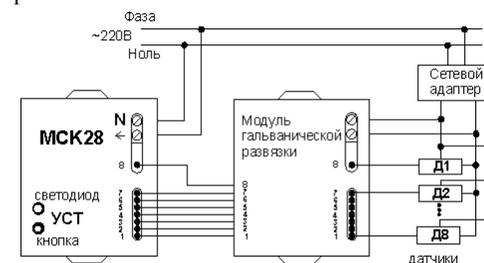

Рис. 5. Схема подключения датчиков через модуль гальванической развязки.
- 4.4. Подключение датчиков через гальваническую развязку. Входы модуля имеют гальваническую связь с сетью 220В. Если Вы используете датчики с которыми возможен контакт человека (например, датчик протечки воды), то необходимо использовать гальваническую развязку. Подключение производится согласно рис. 5.